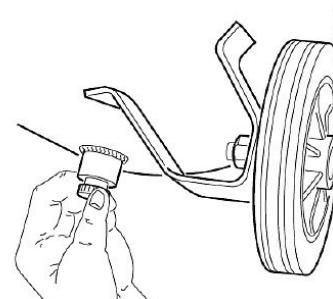

Abb. 7: Entwässerung
**Schritt 2:** Lassen Sie das Kondenswasser ab, indem Sie das Ventil öffnen, welches sich unter dem Behälter befindet (Abb. 7). Schließen Sie das Ventil wieder, sobald nur noch reine Luft, ohne Kondenswasser austritt. Für diese Arbeit sind Schutzhandschuhe zu tragen. Zum Auffangen des Kondenswassers empfiehlt es sich ein flaches Gefäß zu verwenden.